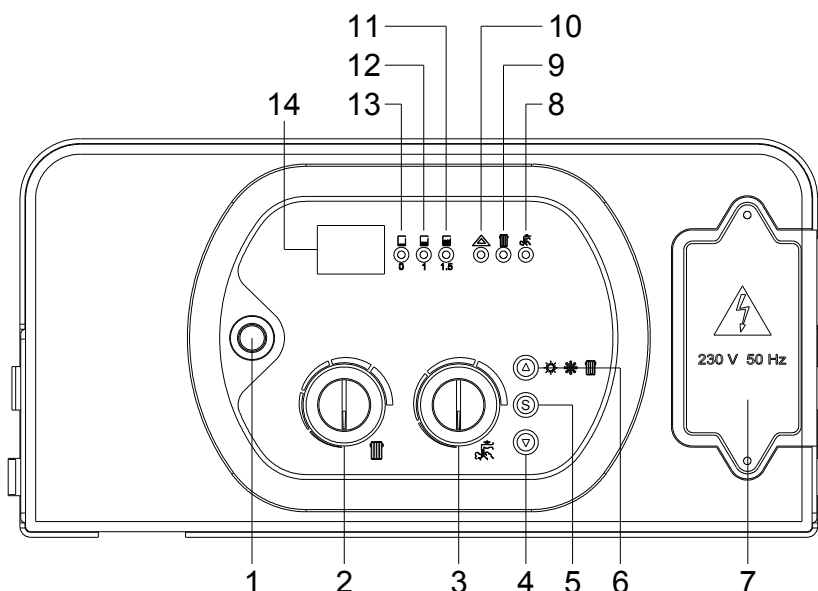

Рис. 1
- ⇒ **Система защиты от размораживания работает, если котел включен кнопкой ПИТАНИЕ (поз.1, рис. 1) и осуществляется подача газа. Производитель не несет ответственности за ущерб, вызванный невыполнением данных требований.**
ОРГАНЫ УПРАВЛЕНИЯ (рис. 1)
- Установите выключатель питания (1) в положение ВКЛ (нажатое) (см. рис. 1);
- Проверьте, что на дисплее (14) не отображается никакой аварийный код. Мигание кода «04» на дисплее и свечение светодиода 8 свидетельствует о низком давлении воды в системе. Откройте запорный клапан на входе холодной воды и поднимите давление в системе до 1,5 бар (загорится светодиод 10), после чего **перекройте подачу холодной воды.**
- В случае, если розжига не произошло: Если на дисплее (14) мигает код «04», дозаправьте систему водой. Если на дисплее (14) мигает код «01», то необходимо подождать 3 мин., а затем отключить и заново включить котел, переведя кнопку (1) в отжатое (ОТКЛ.), а затем вновь в нажатое (ВКЛ.) положение. Данную процедуру может потребоваться провести несколько раз, пока из воздуха из горелки не будет удален полностью (максимальное число повторов -3). Если пуска не происходит и блокировка не снимается, отключите котел и обратитесь в авторизованный сервисный центр.
- Переведите кнопку 1 в положение ОТКЛ. (рис. 1, стр. 1).
Летний и зимний режимы работы (см. рис. 1)
Кнопкой 5 (рис.1) выберите ЗИМНИЙ (загорается светодиод 9), ЛЕТНИЙ (загорается светодиод 8) или КОМБИНИРОВАННЫЙ режим работы, в котором котел используется и для отопления и для ГВС (горят оба светодиода).
Температура воды в контуре отопления задается ручкой 2 (рис. 1, стр. 1)
Температура воды в контуре ГВС задается ручкой 3 (рис. 1, стр. 1)
Если сработала блокировка котла (горит индикатор 10, рис. 1 стр. 1):
- установите кнопку ПИТАНИЕ (1) в положение ОТКЛ. , а затем - в положение ВКЛ.  (см. рис. 1, стр. 1);